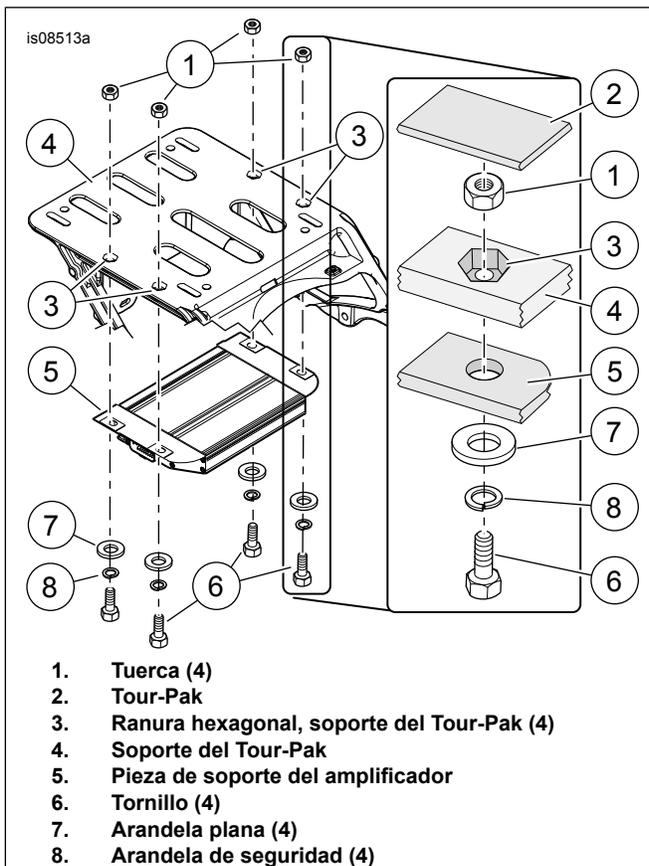

Figura 2. Instalación del amplificador
7. Vea Figura 2. Coloque tuercas hexagonales (1) en las ranuras hexagonales (3) del soporte del Tour-Pak (5).
10. Instale el amplificador. Asegúrelo con arandelas planas (7), arandelas de seguridad (8) y tornillos (6). Ajuste los tornillos a 6,8–8,1 N·m (60–72 in-lbs).